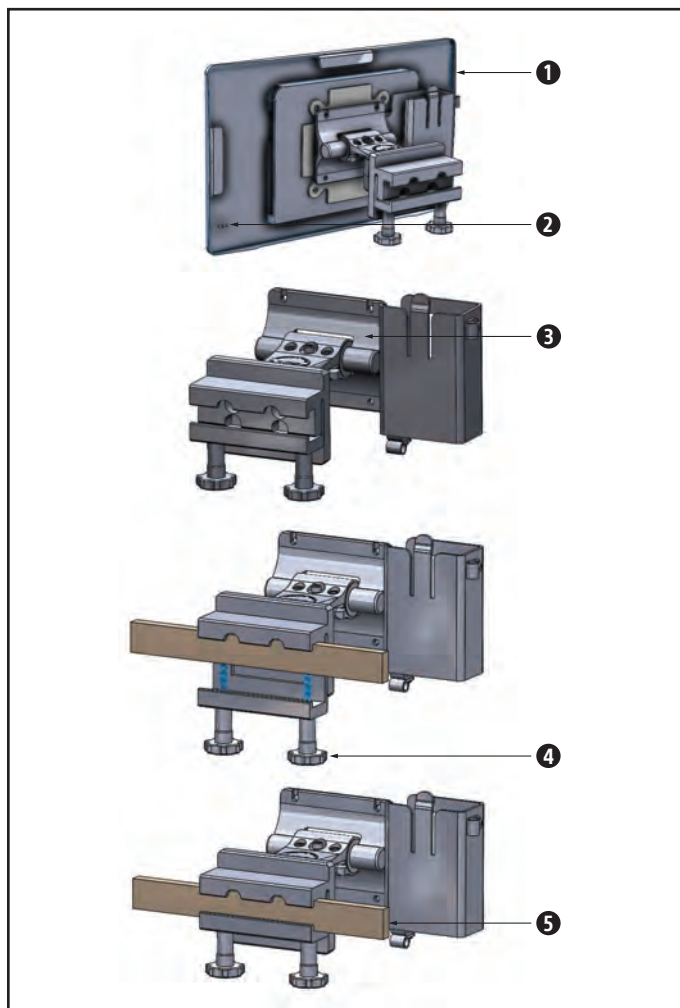

Figure 94. Support de l'écran de la commande de la tablette latérale
2. Si le TSC ne se met pas automatiquement sous tension ou s'il est mis hors tension par inadvertance, utiliser le bouton d'alimentation situé à l'arrière de l'écran tactile du TSC (figure 94) [2].
3. Si le TSC ne se met pas automatiquement hors tension ou est mis sous tension par inadvertance, utiliser le bouton d'alimentation pour le mettre hors tension. Figure 94 [2].
- Desserrer les molettes [4] sous l'ensemble du support [3] jusqu'à ce que l'ouverture de la pince soit suffisante pour s'adapter au rail de la table patient [5] (les légendes font référence à la figure 94).